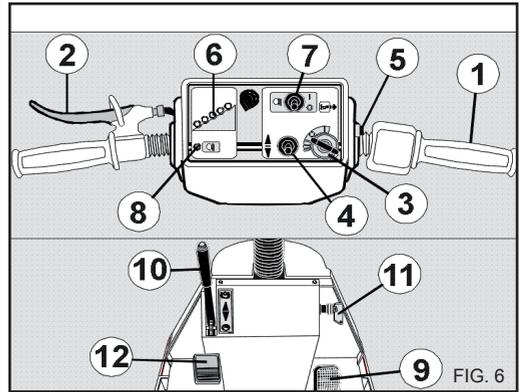
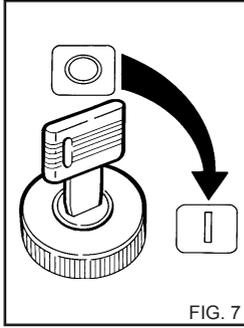

FIG. 6
FIG. 7
DISPOSITIVO DO COMANDO - Fig. 6
1) Inserir a chave e girar no sentido dos ponteiros do relógio (I) (fig.7) acender-seão os indicadores luminosos no painel dos instrumentos para assinalar que o veículo está ligado (ref. 6 Fig. 6) e aguardar 2-3 segundos aproximadamente.
Accionar o interruptor de emergência girando o botão para a pos. "I" (ref. 11 Fig.6)
Utilizar o botão (fig. 6 ref. 4) para inverter o sentido da marcha (para a frente ou para trás).
- Accionar o veículo com a alavanca/acelerador (Rif. 1 Fig. 6).
⚠ Manter carregado com um pé o interruptor Homem a Bordo. Tirando o pé do interruptor o veículo pára automaticamente (Rif. 12 Fig. 6).
O veículo não deve tralhar até a completa descarga da bateria (atenção ao sinal amarelo do painel de control) Rif. 6 Fig. 6). A duração do trabalho deve estar de acordo com o tempo de autonomia da bateria.
Desacelerar até ao mínimo (Rif. 1 Fig. 6).
Rodar a chave (3) pondo-a na posição "0" (todos os indicadores luminosos devem estar apagados); girar o interruptor de emergência para a posição "0" (fig. 7).
A bateria deve ser recarregada quando a luz verde se apaga (Rif. 6 Fig. 6) e apenas se mantem acesas as amarelas ou vermelhas